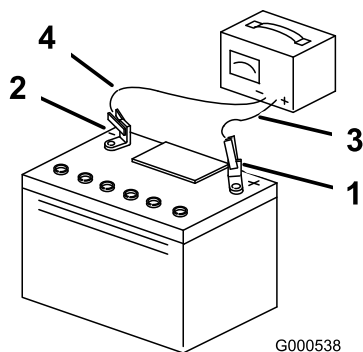

Figura 51
5. Cuando la batería esté completamente cargada, desconecte el cargador del suministro eléctrico, y desconecte los cables del cargador de los bornes de la batería (Figura 51).